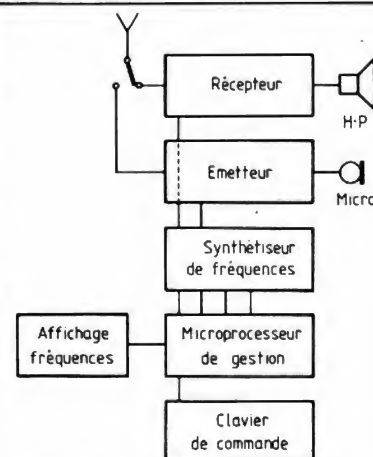

Fig. V-16. – Organisation d'un transceiver synthétisé avec microprocesseur.
- Mémoire prioritaire (fig. V-16).